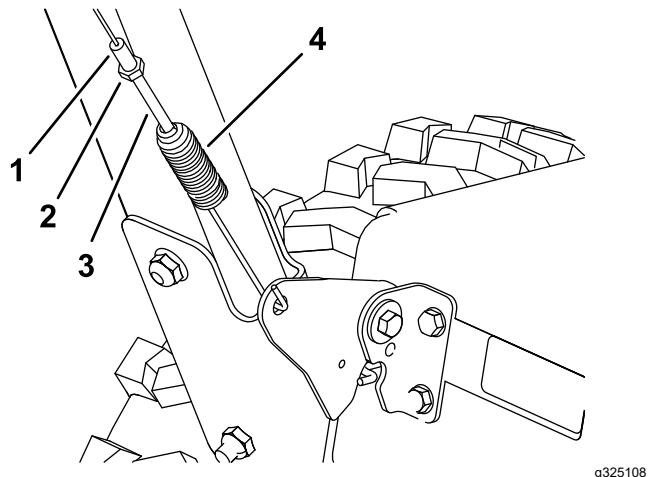
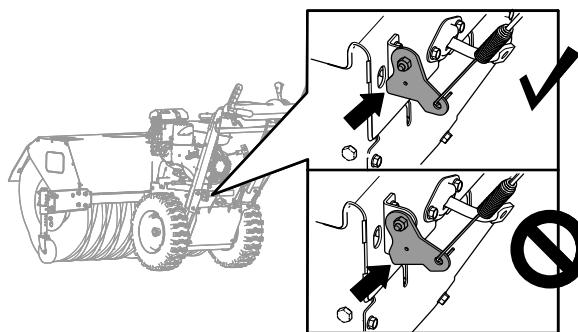

Figura 34
Figura 35
- Allentate il controdado (Figura 34)
- Ruotate il regolatore di tensione della molla fino a quando il cavo non è teso (Figura 34) e la parte inferiore della staffa non è a contatto con la piastra superiore della macchina (Figura 35).
- Serrate il controdado (Figura 34).